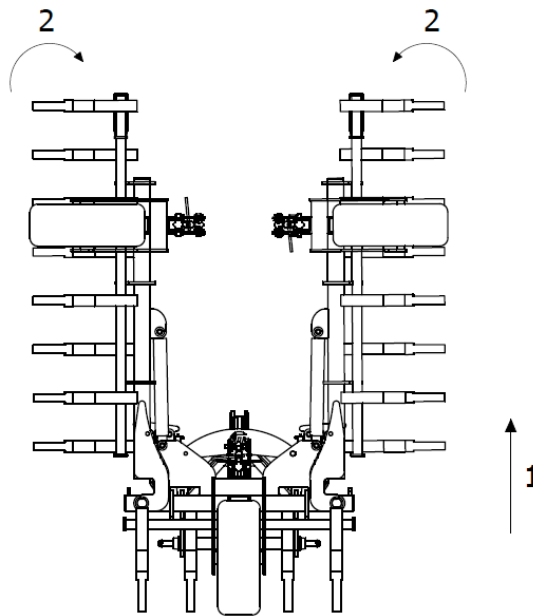

Abb. 4 Reihenfolge der Öffnung der Maschine: 1 - die Maschine bis zum Maximum anheben, 2 - die Flügel der Maschine in die „geschlossene“ Position klappen.
1. Zunächst muss die Maschine so weit wie möglich angehoben werden, damit sie korrekt zusammengeklappt werden kann und die Klapparme während der Bewegung nicht am Boden hängen bleiben (Abb. 4).
2. Im nächsten Schritt werden die Flügel der Maschine hydraulisch in die „geschlossene“ Position geklappt, um sicherzustellen, dass der Flügelverriegelungsmechanismus entriegelt wird und die Arme der Maschine zu einem späteren Zeitpunkt geöffnet werden können. Dieser Vorgang ist jedes Mal erforderlich, wenn die Arme geöffnet werden (Abb. 4).